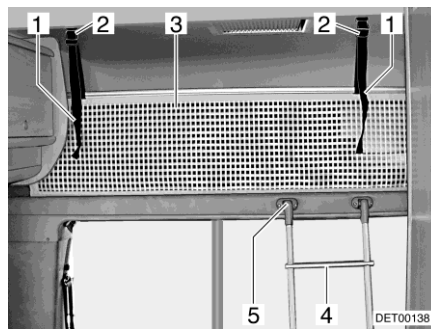

Fig. 68 Lit de capucine
Toujours monter sur le lit de capucine avec l'échelle de montée (Fig. 68,4) de série.
- Accrocher l'échelle par les longerons sur le bandeau du lit de capucine (Fig. 68,5) installé au bord du lit.
Le filet de sécurité (Fig. 68,3) de série est rangé entre le matelas et le sommier à lattes. Ne tendre le filet de sécurité qu'une fois que les personnes se trouvent dans la capucine.
- Faire s'enclencher les sangles de retenue (Fig. 68,1) dans les fixations (Fig. 68,2) au plafond.